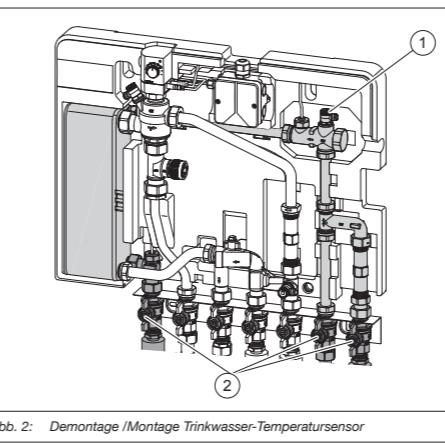

Abb. 2: Demontage / Montage Trinkwasser-Temperatursensor
1. Schließen Sie die markierten 3 Kugelhähne (siehe Abb. 2 (2)) der Kugelhahnanschlussteile.
2. Öffnen Sie das Entlüftungsventil (siehe Abb. 2 (1)) um den Anlagenstein drucklos zu machen.